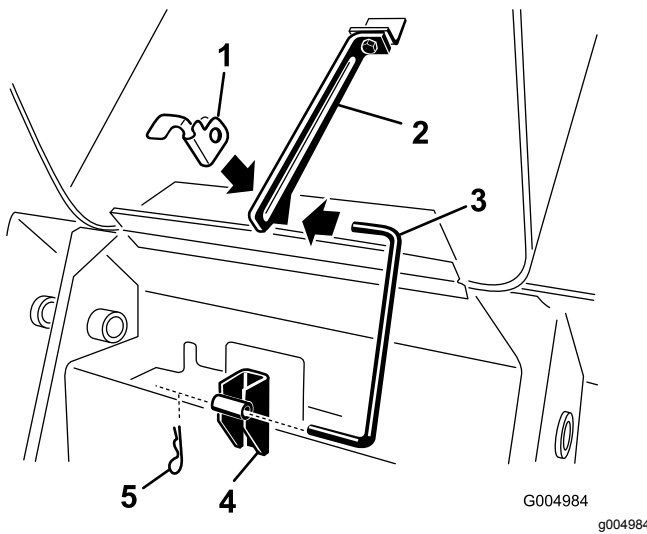

Figure 41
4. Sortez la goupille fendue du bas de la béquille de capot et sortez la béquille des supports de retenue et de la languette (Figure 41).
8. Placez la bécaille dans les supports de retenue et la languette, et fixez-la en place avec la goupille fendue (Figure 41).